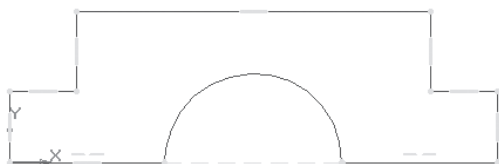

Рис. 176
- удалите лишний контур на эскизе (рис. 176). Работайте внимательно, помните о требованиях, предъявляемых к эскизу;